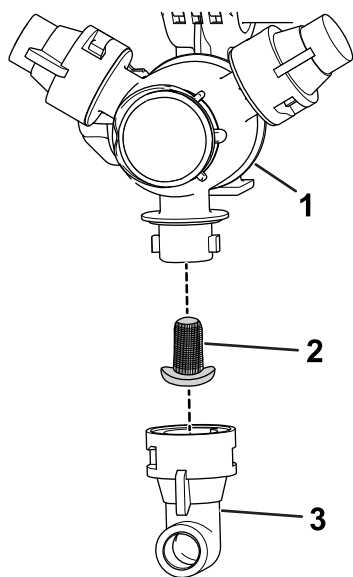

Figura 54
2. Retire la boquilla de la torreta de fumigación (Figura 54).
3. Retire el filtro de la boquilla (Figura 54).
5. Instale el filtro de la boquilla (Figura 54).
6. Instale la boquilla en la torreta de fumigación (Figura 54).